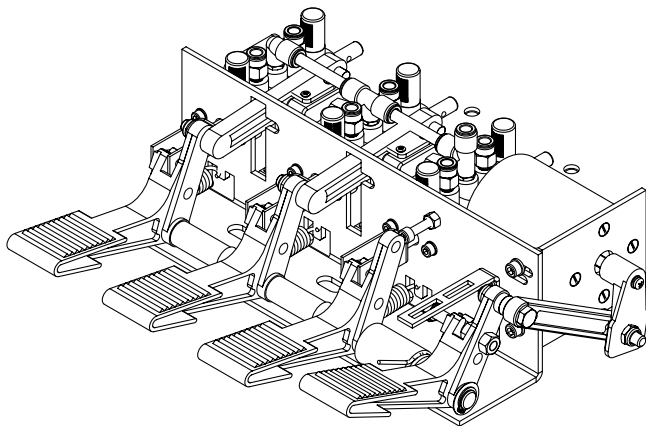

Рисунок 9 – Распределитель воздуха в сборе
7. Для очистки или замены центрального обратного клапана (рис. 9) снимите крышку с левой стороны аппарата.